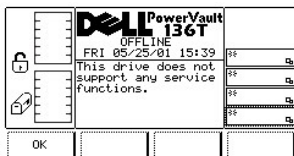

図 120. Service > Drives Service ダイアログ
- 1 OK ソフトキーの下にあるボタンを押すと、現在のフィールドが受け入れられ、ドライブサービス機能サブメニューが表示されます。図 120 を参照してください。
ドライブが選択されると、ドライブサービスダイアログが表示されます。図 120 を参照してください。